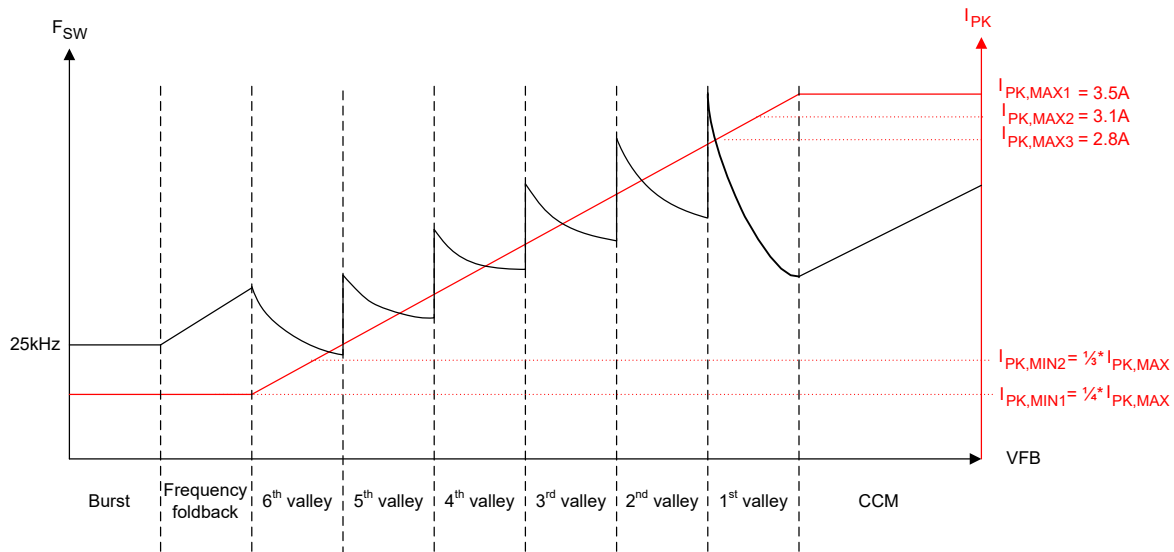
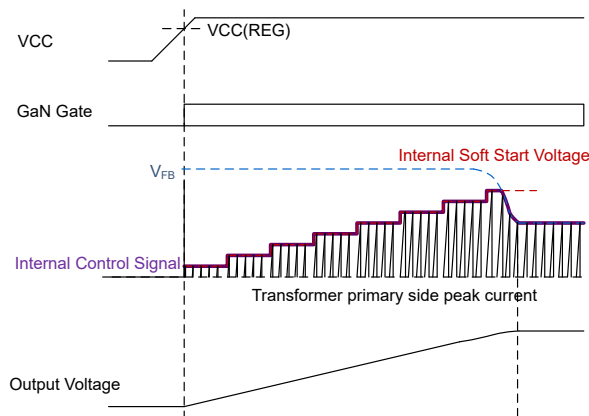

図 7-3. UCG2882x 制御規則
図 7-8. ソフト スタート シーケンス
したがって、UCG2882x では、各スイッチング サイクルで、ピーク電流スレッショルドに達した後に、1 次側 GaN HEMT がオフになり、不連続モード (DCM) 動作中に磁化リングで次のターゲット バレーでオンになります。1 次側ピーク電流とターゲットの瞬時値は、図 7-3 の制御規則に従って帰還 (FB) ピン電圧によって決定されます。FB ピンをオプトカプラ コレクタに接続します。負の帰還ループは、出力で特定の V_{OUT} および P_{OUT} をサポートするために必要な値に FB ピンの電圧を設定します。後で説明するように、本デバイスはバースト、周波数フォールドバック、バレー スwitchング、連続導通モードの 4 つの動作モードのいずれかで動作できます。
図 7-3 に示す制御規則では、UCG2882x は最大ピーク電流 $I_{PK, MAX}$ を選択できる柔軟性を備えており、定格負荷および変圧器サイズでのスイッチング周波数に対して最適化できます。 $I_{PK, MAX}$ の各設定について、最小ピーク電流 $I_{PK, MIN}$ に対して $1/3$ または $1/4$ のスケーリング比を使用できます。この $I_{PK, MIN}$ 値によって、フライバック コンバータが周波数フォールドバックまたはバースト モードで動作しているときの軽負荷条件でのスイッチング周波数および損失が決定されます。 $I_{PK, MAX}$ 、 $I_{PK, MIN}$ のすべての値について、式 1 のとおり、制御規則のピーク電流と帰還電圧の勾配は同じに変わりません。表 7-6 に、表 7-3 のさまざまなピーク電流設定に対する、異なるモード間およびバレー間で遷移するためのスレッショルド電圧を示します。
UCG2882x は、スイッチング損失を低減するため、ソフト スイッチングとバレーでの 1 次側 FET ターンオンで動作するよう設計されています。コンバータは、ピーク負荷過渡時を除き、バレー スイッチングで動作します。ピーク負荷過渡時には、CCM モード (CDX ピンを使用して有効化されている場合) に制御が移行する場合があります。バレー スイッチングモード中、目標バレーおよびピーク電流スレッシュホールドは 図 7-3 および 式 1 の制御規則によって制御されます。
図 7-3 に示すように、出力電力が増加して最初のバレー QR 動作の境界に達すると、制御は I_{PK} を選択された最大値 $I_{PK, MAX}$ にクランプし、CCM モードで 2 次側導通時間 T_{OFF} の減少を開始します。この T_{OFF} 時間の減少は、FB ピンの電圧が QR モードのオフ時間の 50% まで上昇することに比例して、QR モードの出力電力供給能力の最大 1.5 倍に達します。CCM モードでは、1 次側磁化インダクタンス L_M を使用し、CCM モードで周波数クランプに当たらないよう十分な大きさで、またアプリケーションの要件に応じて出力電圧リップルを増大させる可能性のある低調波発振を避ける必要があります。長時間の出力電力過渡に対して、コンバータは 10ms CCM タイマが満了した後に最初のバレー QR モードに戻り、QR モードで動作している間、QR および CCM モードの遷移点で可能な最大の出力電力を供給し続けます。表 7-5 の値に応じて、CDX ピンと GND の間に抵抗を接続して CCM モード動作を有効化または無効化できる柔軟性があります。
フライバック コンバータがオンになると、0V の出力電圧で起動します。低電圧によって、フィードバック電圧 FB が最大値にクランプされ、過負荷保護がトリガされる可能性があります。クランプを防ぐため、UCG2882x はソフト スタート モードで起動します。図 7-8 に示されているように、この期間中、内部 FB 電圧ランプは 0V から最大値 (4ms) まで 8 ステップ増加します。内部 FB ランプの最大値は、FB ピン電圧が $I_{PK, MAX}$ の 80% に相当する値であり、IPK ピンのさまざまな抵抗設定に対して変化します。ソフト スタート中は、この内部ランプ電圧のうち小さい方と実際の FB ピン電圧を使用して、図 7-3 の制御規則でデバイスの動作点を決定します。4ms の終わりに内部 FB ランプ電圧が最大値に達すると、出力レギュレーション用に制御が FB ピン電圧に転送されます。ソフト スタートシーケンスは、起動時、またはフォルト (自動再試行またはラッチ) およびブラウンアウト状態から回復するたびに実行されます。最小周波数クランプは、ソフト スタート時のみ 10kHz に変更されます (その他の場合は、通常動作中 25kHz)。10kHz の最小周波数クランプは、起動時にバレーが欠落しており、制御法則により、出力コンデンサを充電するために、最後のターンオン エッジから 100μs ごとに 1 次側 GaN HEMT のターンオンが強制される場合に役立ちます。